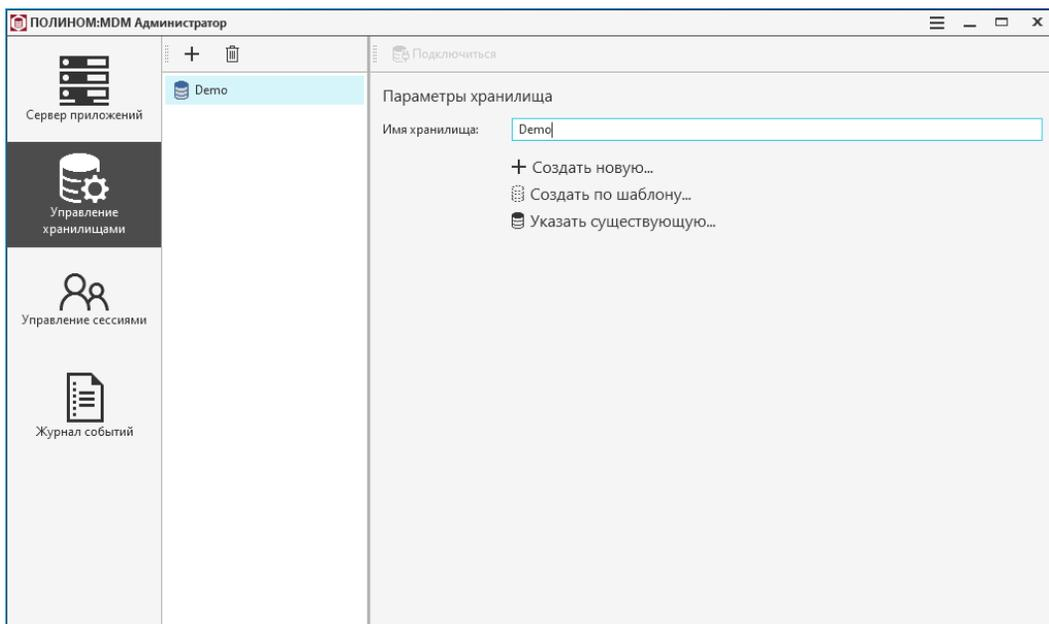

Рис. 4.43
1. Запустите приложение ПОЛИНОМ:MDM Администратор (рис. 4.43).
1. Нажмите кнопку **Создать по шаблону** (рис. 4.43).